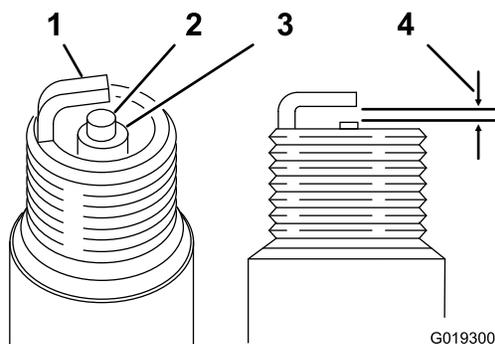

图45
4. 对于每个火花塞, 将中心电极与侧电极之间的空隙设置为 0.76mm; 请参阅 (图45)。安装每个已设定正确空隙、带密封垫片的火花塞, 并将火花塞拧紧至 22N·m。